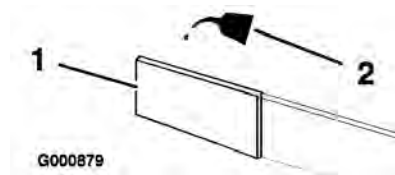

Bild 28
- C. Tränken Sie den Einsatz mit frischem Motoröl. (Bild 28). Drücken Sie den Einsatz, um überflüssiges Öl zu entfernen.